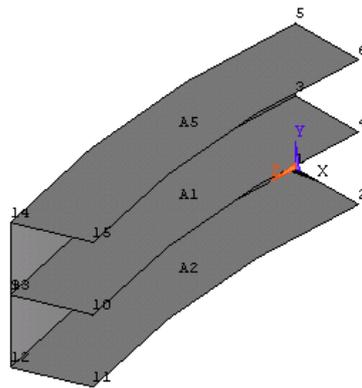

图3.27 经拉伸生成的面
(1) 复制光盘目录“\ch03\ex1\”中的文件到工作目录，启动 ANSYS，单击工具栏上的  按钮打开数据库文件“ex1.db”。
(2) 单击 **Main Menu> Preprocessor> Modeling> Operate> Extrude> Along Lines** 菜单，弹出图形拾取对话框，先依次选择 L1~L3 作为被拉伸的对象，然后再选择 L6 作为拉伸路径，然后单击【OK】按钮确认。
(3) 再次单击 **Main Menu> Preprocessor> Modeling> Operate> Extrude> Along Lines** 菜单，弹出图形拾取对话框，依次选择 L4~L5 作为被拉伸对象，然后再选择 L6 作为拉伸路径，单击【OK】按钮。拉伸后生成的面如图 3.27 所示。
以图 3.27 生成的面为例，操作如下：